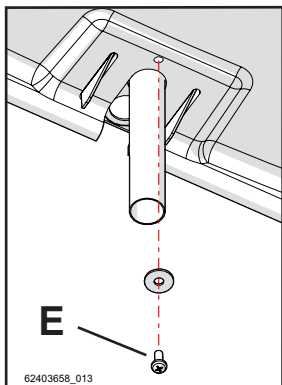

Figure 5-75
- 7.- Fixer la couverture à l'aide de la vis de serrage « E », comme l'indique la Figure 5-75;
- Retirer la vis de fixation « E » de la Figure 5-75;